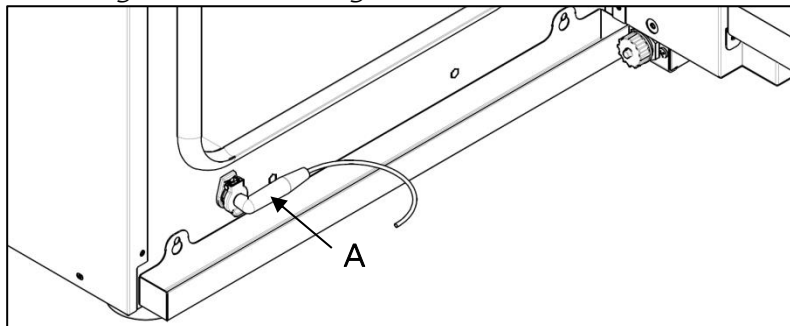

Fig.15
*Der Sondenstecker muss in den dafür vorgesehenen Sitz eingesetzt werden, wobei darauf zu achten ist, dass der Bereich der „Aufnahme“ A der Sonde wie in Abb. 15, um die Metallstruktur der Tür nicht zu beeinträchtigen, wenn diese geschlossen ist.*